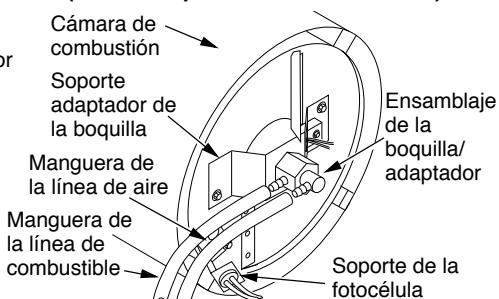

**Figura 20 - Reemplazo del encendedor**
6. Desmonte la cámara de combustión. Coloque la cámara de combustión sobre un lado, con el lado del soporte adaptador de la boquilla hacia arriba (consulte la figura 20).
9. Guíe cuidadosamente el encendedor dentro de la abertura en el soporte adaptador de la boquilla. No golpee el elemento encendedor. Conecte el encendedor al soporte adaptador de la boquilla con el tornillo utilizando un sacatuerca de 1/4 pulgadas (consulte la figura 20). Apriete de 0,90 a 1,69 N·m (8 a 15 pulg-lb). No apriete demasiado.